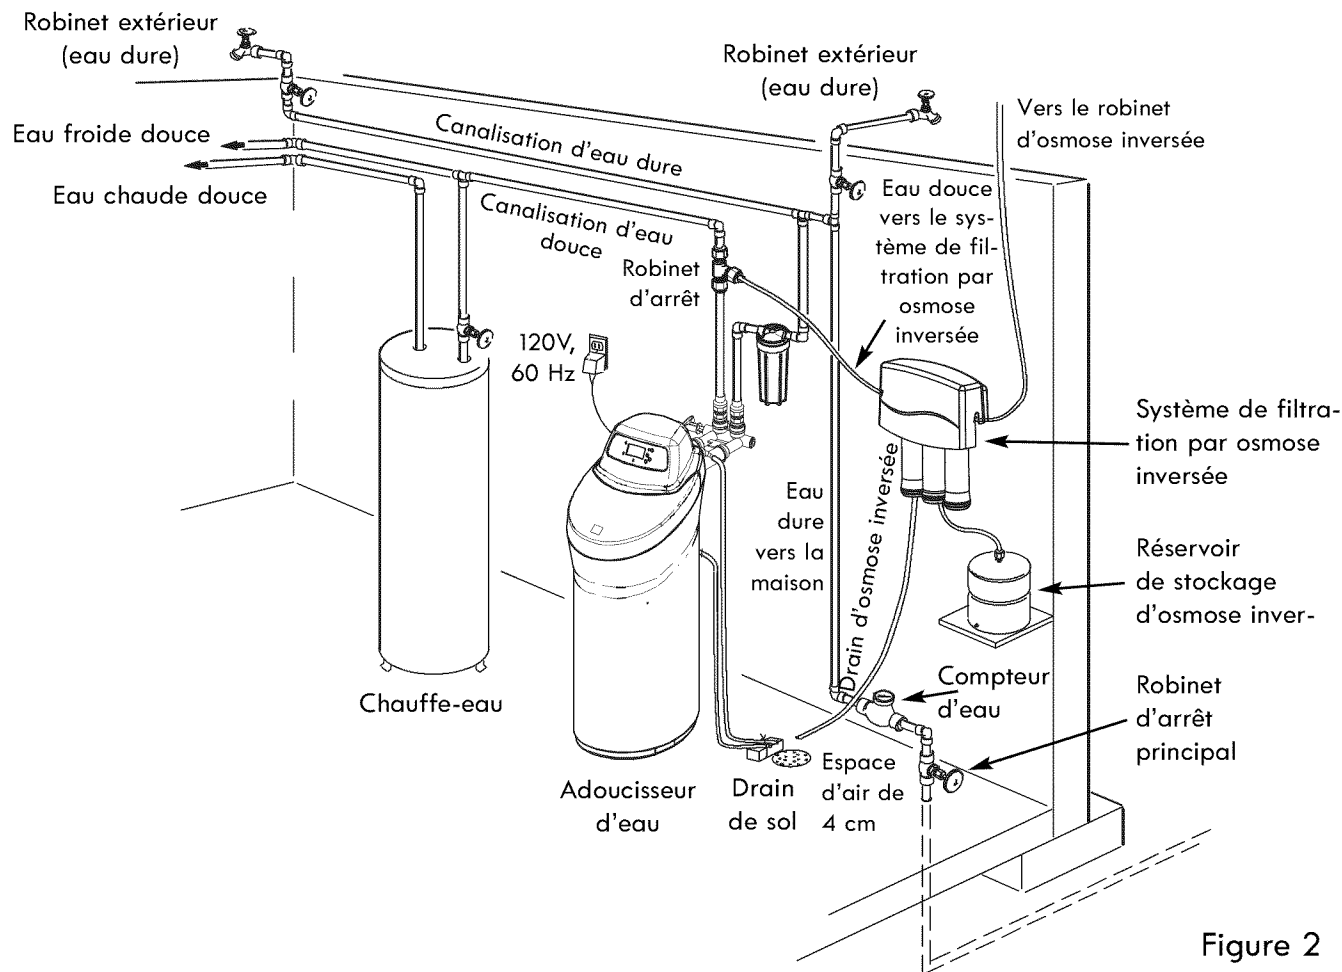

Figure 2
2. Placez-le le plus près possible d'un drain comme un drain de sol, une cuve à lessive, un puisard ou un conduit vertical (voir la figure 2).
4. Alimentez les robinets extérieurs avec de l'eau dure pour économiser l'eau traitée et le sel. Voir la figure 2.
7. Une prise de courant de 120V, 60 Hz doit se trouver près de l'adoucisseur pour brancher le transformateur (voir figure 2). Assurez-vous que la prise et le transformateur sont situés à l'intérieur et protégés des intempéries. Utilisez une prise de courant continuellement sous tension qu'aucun interrupteur ne peut éteindre accidentellement.